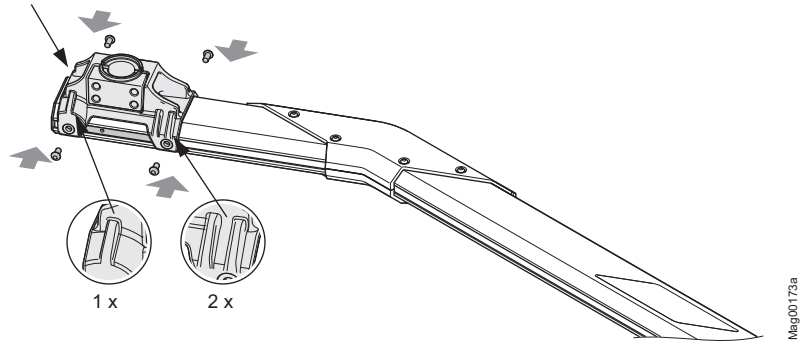

Рис. 28: Монтаж стандартного шлагбаума Vario-Flansch
18. Закрепить фланец с обратной стороны стрелы шлагбаума. Соблюдать положение обеих установочных шпонок и дополнительной планки. Короткий выступ фланца должен указывать в направлении конца стрелы шлагбаума. → См. также на странице 83, Рис. 28.